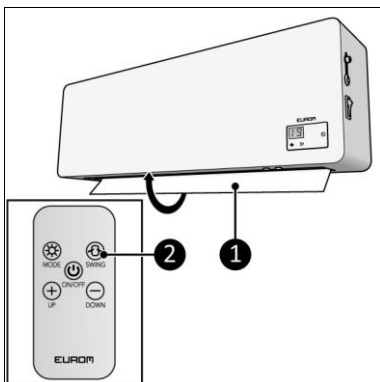

Figura 14
1. Apăsați butonul SWING (BASCULARE) (Figura 14, poz. 2).
2. Clapeta basculantă (Figura 14, poz. 1) va începe să se miște.